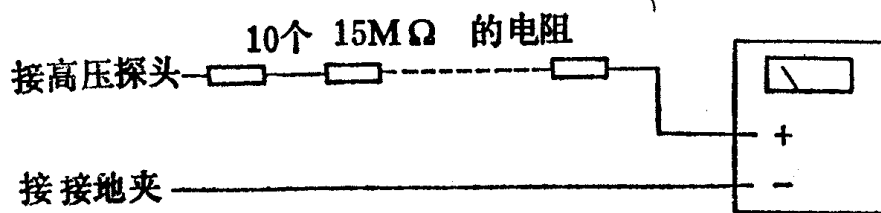

图1-1 自制高压表电路(量程30kV)
(2) 高压表的制作 自制高压表由一个5k Ω /V的万用表和10个15M Ω 的电阻串联而成(见图1-1),测量时万用表置于10V档。这里要注意,制作高压表时,10个15M Ω 的电阻一个不能少,而且不能用3个50M Ω 的电阻串联代替,否则会降低该表的耐压,而将万用表烧毁。